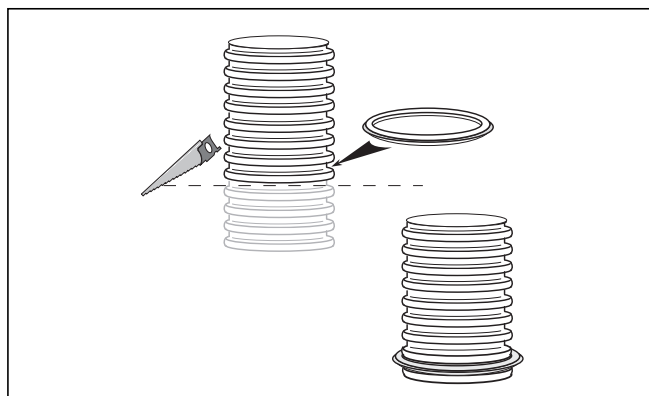

Рис. 6.43 Укорачивание гибкого дымохода и монтаж уплотнения
Укорачивайте гибкий дымоход (см. рис. 6.43) только в том случае, если закрепили его на устье шахты.
- Затем монтируйте уплотнение в самом нижнем неповрежденном желобке системы отвода продуктов сгорания (см. рис. 6.43)